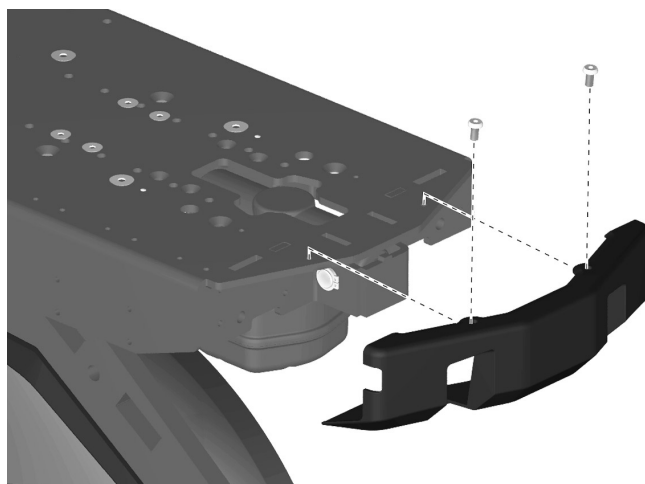

Abbildung 92. Der Klemmschutz wird mit fünf Schrauben montiert.
1. Klemmschutz mit den beiden Schrauben am oberen Blech montieren. Siehe Abbildung. 92.